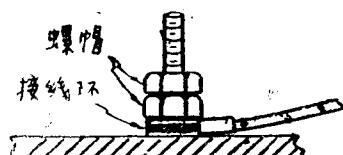

图3 双層螺帽
1. 雙層螺帽——在仪器的接綫柱上，往往用雙層螺帽来紧固接綫环（图3）。上層螺帽是用来压紧下層螺帽，以防止其松动。在松螺帽时，应先松上層螺帽，再松下層螺帽。在紧螺帽时，则相反。切勿將兩個螺帽緊疊在一起而同时旋动，这样会损坏螺紋；若用力硬擰，会把螺桿擰断的。